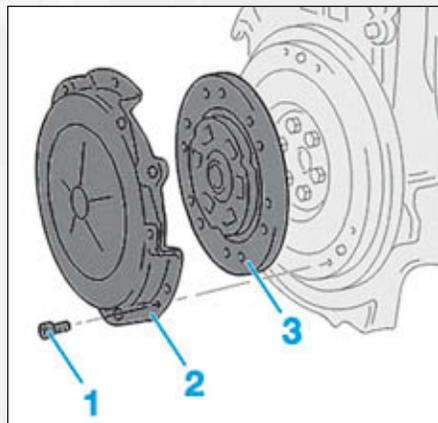

FIG.2
- les vis de fixation (1) du mécanisme d'embrayage (2) (Fig.2),
- le mécanisme d'embrayage (2),
- le disque d'embrayage (3).